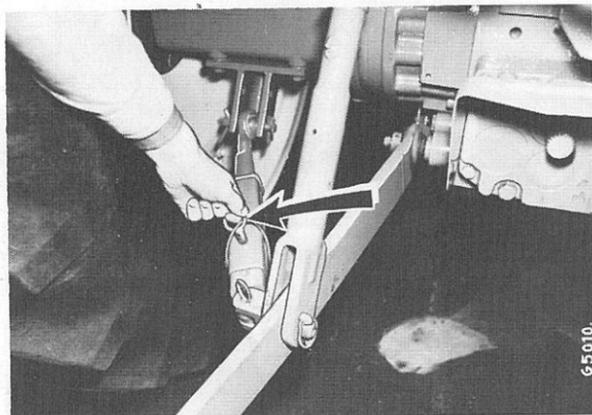

Fig. 31
Ne pas oublier de monter les broches de blocage Fig. 31 dans les deux stabilisateurs (4) Fig. 30.